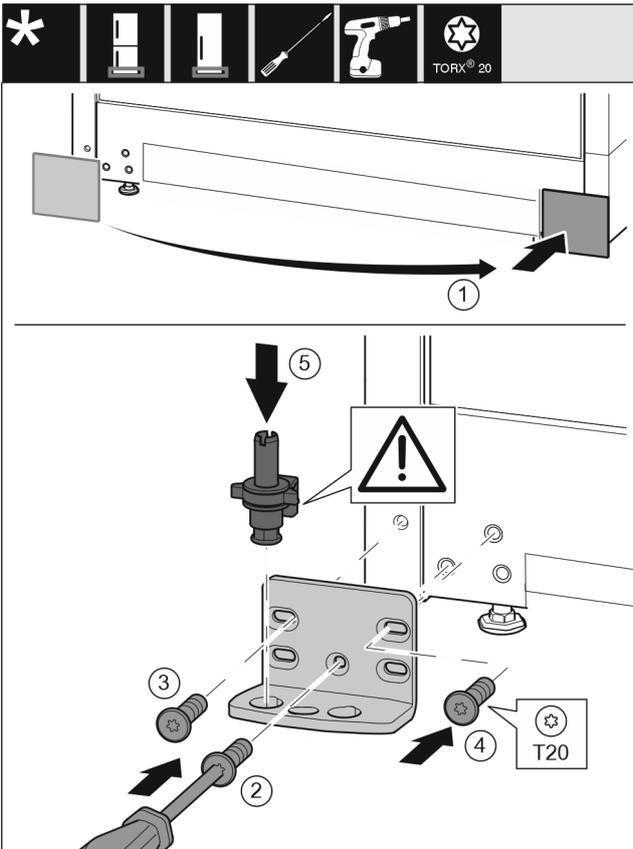

Fig. 16
- ▶ Enlever le cache et le mettre de l'autre côté. Fig. 16 (1)
- ▶ Poser le support de palier de l'autre côté et le visser à l'aide d'un tournevis T20. Commencer par la vis 2 en bas au milieu. Fig. 16 (2)
- ▶ Visser les vis 3 et 4. Fig. 16 (3,4)
- ▶ Mettre en place l'axe de palier complet. Veiller à ce que l'ergot d'enclenchement soit orienté en arrière. Fig. 16 (5)